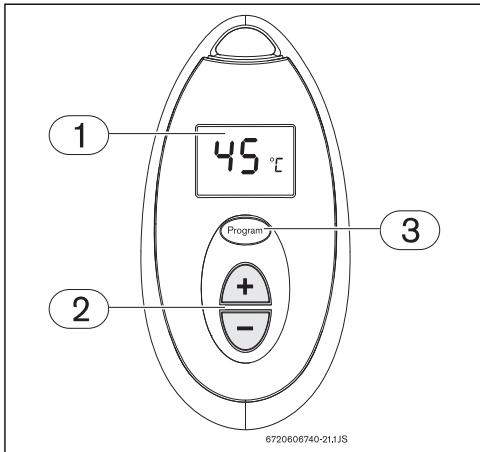

Fig. 7 Memorizzazione della temperatura dell'acqua
- ▶ Premere il tasto o sul telecomando (Fig. 7, [pos. 2]) fino a visualizzare la temperatura desiderata sul display del telecomando (Fig. 7, [pos. 1]).
- ▶ Per memorizzare la temperatura selezionata, premere il tasto "Program" sul telecomando (Fig. 7, [pos. 3]) per circa 3 secondi.